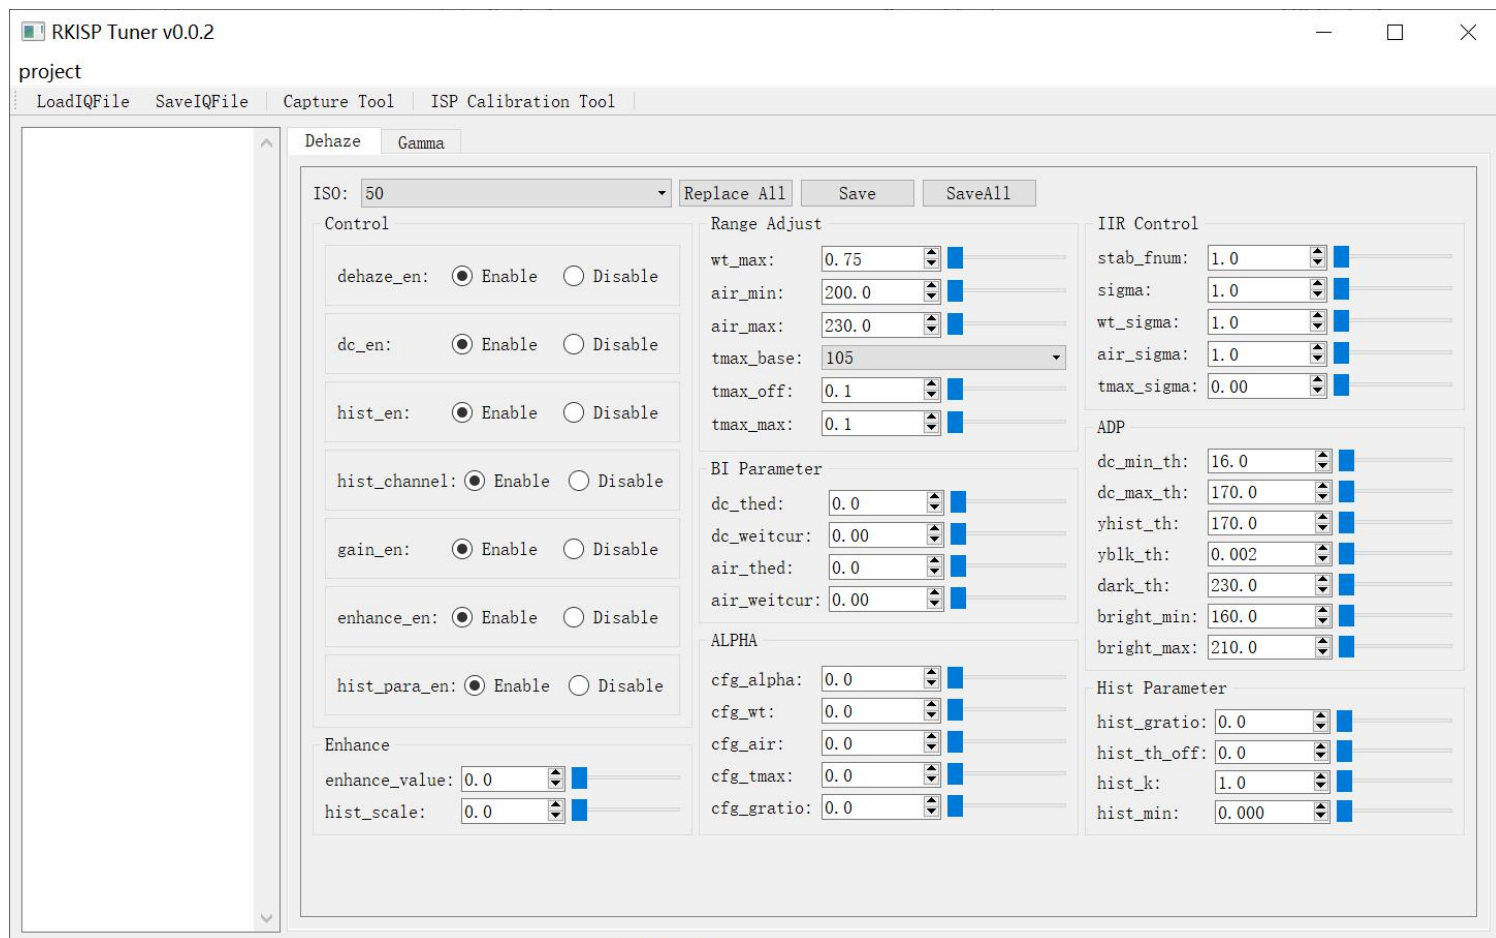

图 3-1-1
1) 打开 RKISP2. x Tuner 后，将会显示 Tuner 的主界面，如图 3-1-1 所示；